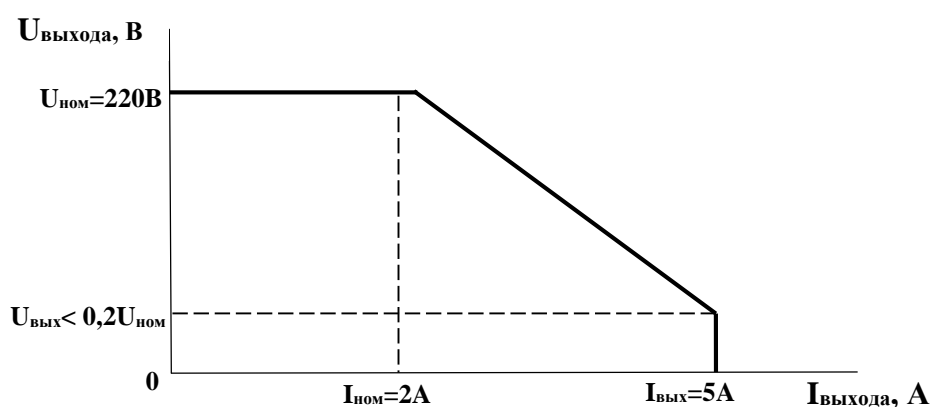

Рис.1
* В ИПС-500-220В/220В-2А-D реализована функция динамической перегрузочной способности по току, что позволяет обеспечить селективную защиту вторичных цепей источника питания при наличии нескольких нагрузок. При возникновении короткого замыкания в одной из цепей произойдет увеличение выходного тока ИПС до 2,5 I_{ном} и, вследствие этого, отключение только поврежденной нагрузки. Зависимость выходного напряжения ИПС от выходного тока приведена на рис.1.